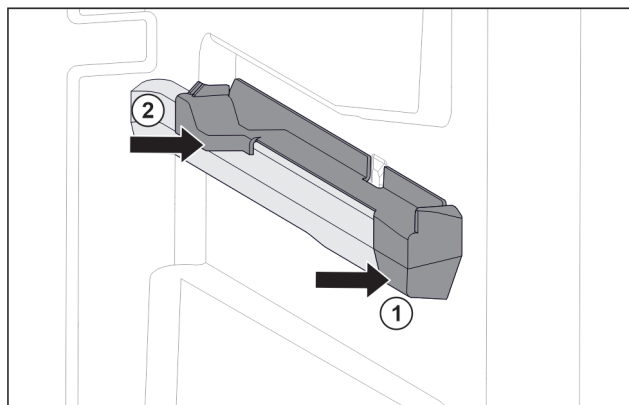

Fig. 115 Násuvný diel na pravom rebre nádoby
- ▶ Nasadte násuvný diel vpredu na rebro nádoby. Fig. 115 (1)
- ▶ Pritlačte násuvný diel vzadu. Fig. 115 (2)